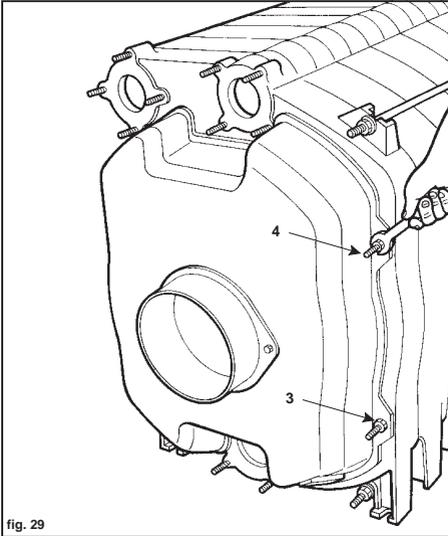

fig. 29
- 15 (Fig. 29) Brennkammer auf die vier Stiftschrauben 4 setzen und mit den Muttern 3 befestigen.